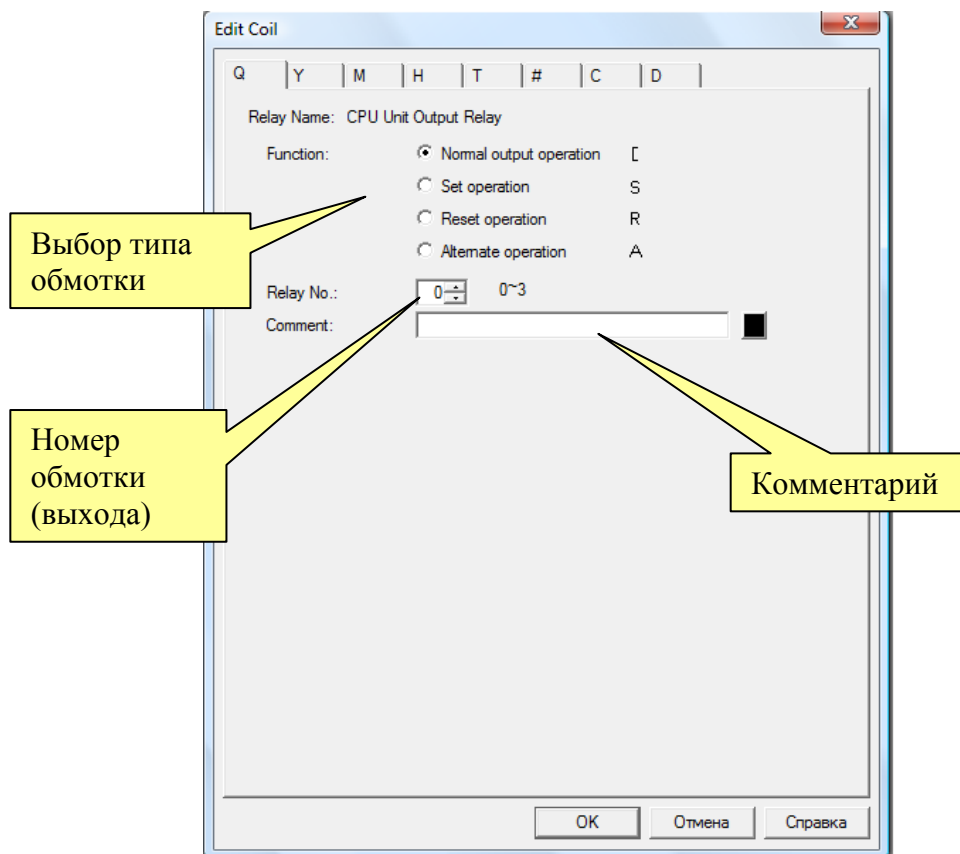

Рисунок 9 - Окно редактирования обмотки
Для создания обмотки в цепи необходимо открыть окно редактирования обмотки **Edit Coil** (рисунок 9). Это может быть сделано, например, щелчком правой кнопки мыши по правой части (зеленого цвета) рабочей области (рисунок 5), а затем - в открывшемся меню щелчком левой кнопки мыши по строке **Edit (E)**.